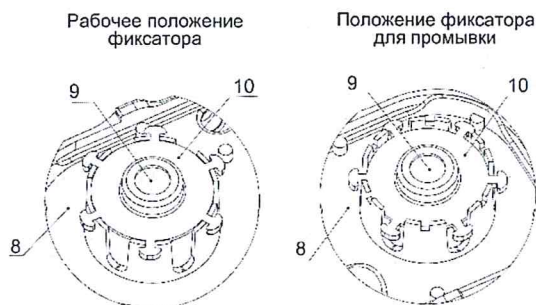

Рисунок 3. Рабочее положение фиксатора и положение фиксатора при промывке
- а) Отсоедините отсасывающую трубку (16) со штуцером (13) от крышки (8).
- б) Откройте пробку (11) и слейте жидкость из контейнера-сборника (1), наклонив его.
- в) Поднимите (отщелкните) защелки и снимите крышку (8) с контейнера-сборника (1).
- г) Промойте контейнер-сборник (1), крышку аспиратора (8), поплавки (9) и фиксаторы (10), а также отсасывающую трубку (16) с угловым штуцером (13) и наконечником (17) в проточной воде с помощью ватно-марлевого тампона или тканевой салфетки.
**ВНИМАНИЕ!** *При промывке крышки аспиратора (8) в проточной воде необходимо установить фиксатор (10) в положение для промывки (см. Рисунок 3)² и поджать им поплавки (9) к плоскости крышки аспиратора (8) для предотвращения попадания жидкости в полость гофры.*